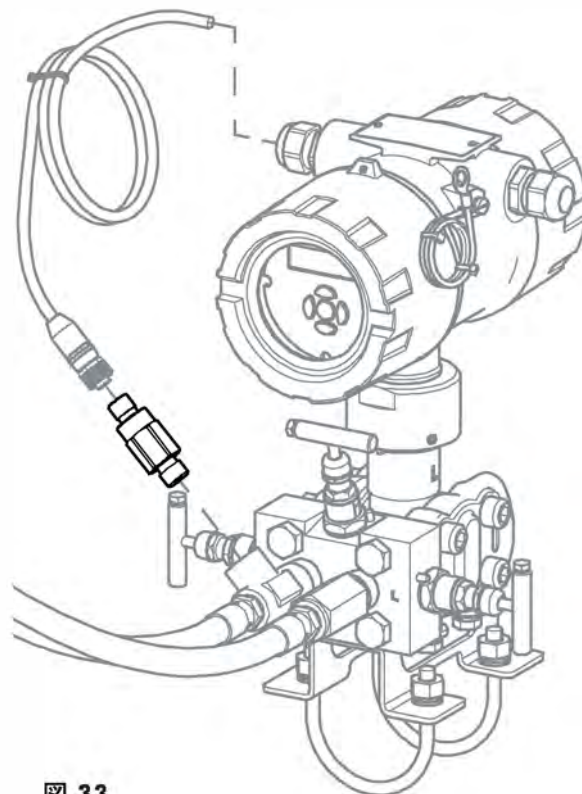

図.33
2. 2方マニホールドバルブの遮断弁を閉じ、3方マニホールドのブリードバルブを開いて水封水を排出します。濃縮されて汚れがひどい場合もあるので、適当な容器で受けるなどの検討をしてください。図. 33 も参照ください。
- 6.ハウジングのケーブル・グランドを緩めてケーブルを引き出します（図.33を参照）。